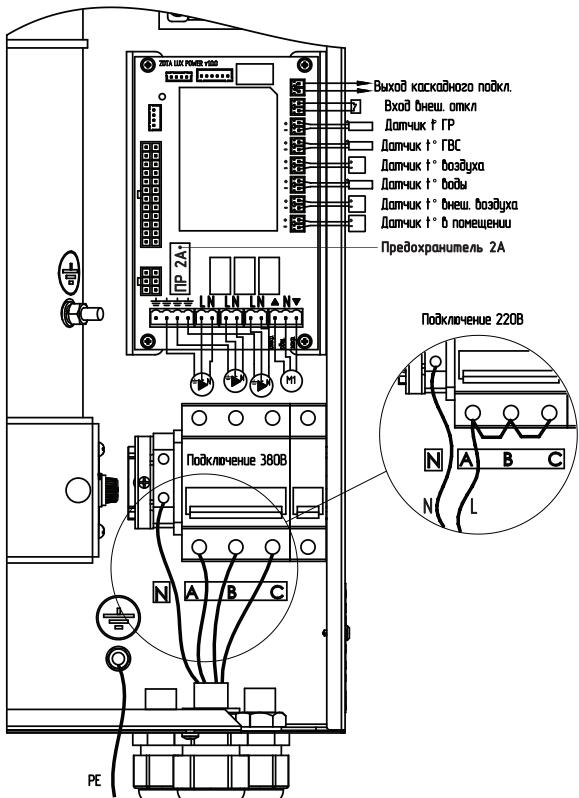

Рис. 3 Схема подключения электроводонагревателя
Схема присоединения электроводонагревателя к питающей сети, датчикам температуры, циркуляционному насосу и клапану приведена на Рис.3.
- Подключить электроводонагреватель к трехфазной сети переменного тока 380 В, 50 Гц, для этого присоединить рабочий нулевой провод на клемму нейтраль (N) электроводонагревателя, фазные провода на клеммы А, В, С вводного автомата. Защитный нулевой провод (РЕ) подключить на болт «ЗАЗЕМЛЕНИЕ» см. Рис.3;
- При питании электроводонагревателя от однофазной сети переменного тока 220 В, 50 Гц присоединить рабочий нулевой провод на клемму нейтраль (N) электроводонагревателя, а фазный на клеммы А, В, С вводного автомата, защитный нулевой провод (РЕ) должен подключаться к клемме «ЗАЗЕМЛЕНИЕ» см. Рис.3. Для соединения клемм А, В, С вводного автомата в комплекте имеется специальная перемычка (только для ZOTA-4,5...ZOTA-9), которая устанавливается на вводных клеммах автомата (см. Рис.3);
- Присоединить датчики температуры воздуха помещения ($t_{\text{датч1}}$) и на улице ($t_{\text{датч2}}$) к колодкам на плате управления, проводом с сечением не менее 0,5 кв.мм и длиной до 20 м как показано на Рис.3. Необходимо строго соблюдать полярность, обозначенную на схеме при подключении датчиков температуры. Маркировка проводов датчиков температуры воздуха: красный (+), синий (-).
- Присоединить провода (L, N , заземление) от насосов к соответствующим контактам на клеммной колодке котла как показано на Рис.3. Мощность, потребляемая каждым насосом не должна превышать 200 Вт.
- При необходимости присоединить провода (откр_общ_закр) от двигателя трехходового смешивающего клапана к соответствующим контактам на клеммной колодке котла как показано на Рис.3. Мощность двигателя привода не должна превышать 20 Вт при напряжении ~ 220 В.